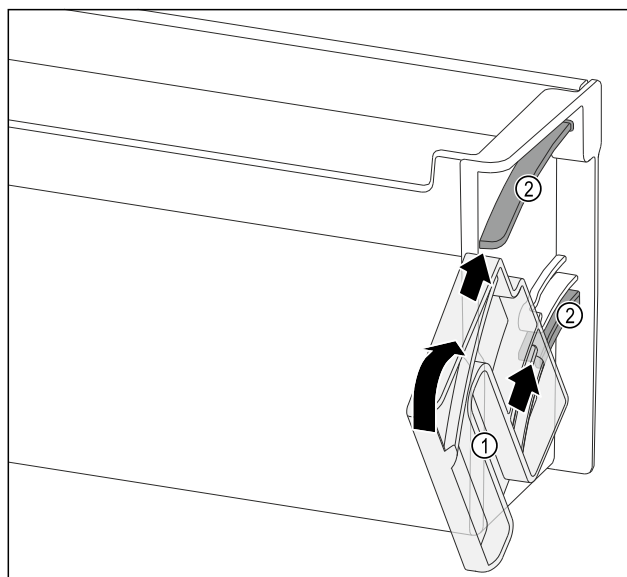

Fig. 128
- Umieścić pokrętło Fig. 128 (1) w taki sposób, aby zagłębienia znajdowały się naprzeciw kanałów prowadzących Fig. 128 (2) półki w drzwiach.
- Obrócić pokrętło Fig. 128 (1) w podanym kierunku.